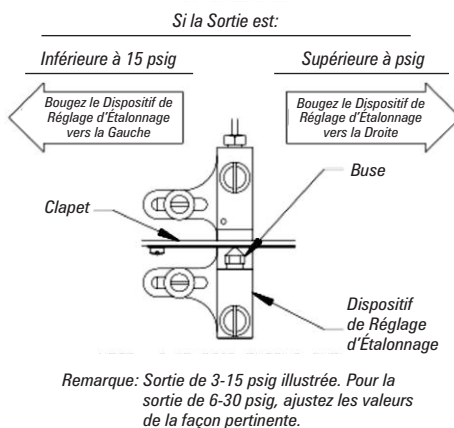

Figure 12 Réglage de l'Intervalle du Transmetteur
8. Ajustez l'intervalle en desserrant une des deux vis de réglage et bougez légèrement le dispositif de réglage d'étalonnage de la façon indiquée dans la Figure 12.
8. Ajustez l'intervalle en desserrant une des deux vis de réglage et bougez légèrement le DISPOSITIF DE RÉGLAGE D'ÉTALONNAGE de la façon indiquée dans la Figure 12.
L'action du régulateur est inversée en changeant la position du bloc inverseur de marche et du (des) tube(s) à soufflet (Figure 12).